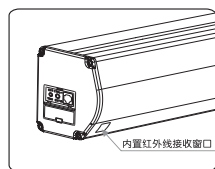

图25
- 1、当内置红外线接收窗口没有被任何物体遮挡时，您可以使用内置红外线遥控控制银幕的上升、停止、下降(如图25)。